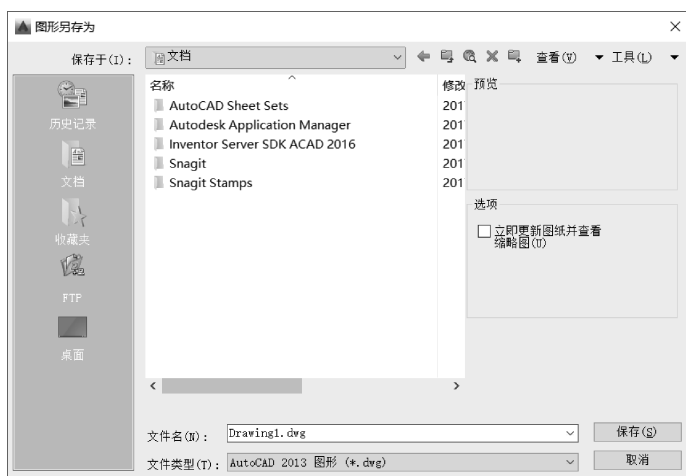

图 1-28 “图形另存为”对话框
1) 选择上述 3 种方式之一输入命令后，可打开“图形另存为”对话框，如图 1-28 所示。